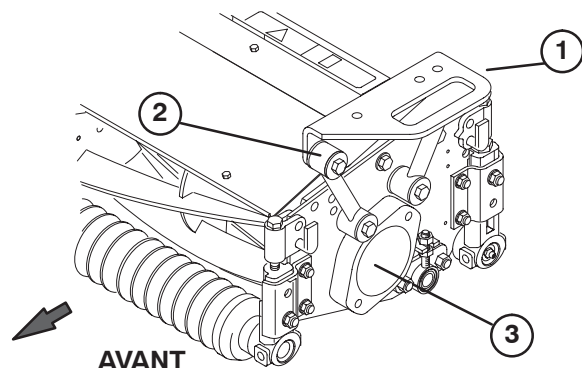

Figure 14
**Remarque :** Quand les bras de levage sont élevés au maximum, les flexibles doivent être acheminés comme illustré à la Figure 14 et se trouver à 1,016–3,048 mm du bras de levage.
2. Placez un bâti porteur avant (Fig. 12) sur chaque plateau de coupe avant. Alignez les trous de montage sur les biellettes de montage comme illustré à la Figure 14.
3. Positionnez le bâti porteur arrière (Fig. 13) sur le plateau de coupe arrière, et alignez les trous de montage sur les biellettes de montage comme illustré à la Figure 14.
- Fixez chaque biellette au bâti porteur avec une vis d'assemblage (3/8-16 x 2-1/4 pouce), (2) rondelles plates et un contre-écrou, comme illustré à la Figure 14. Placez une rondelle de chaque côté de la biellette lors du montage. Serrez à 42 Nm.
3. Déposez l'obturateur de transport des logements de roulements sur les plateaux de coupe restants (Fig. 14).